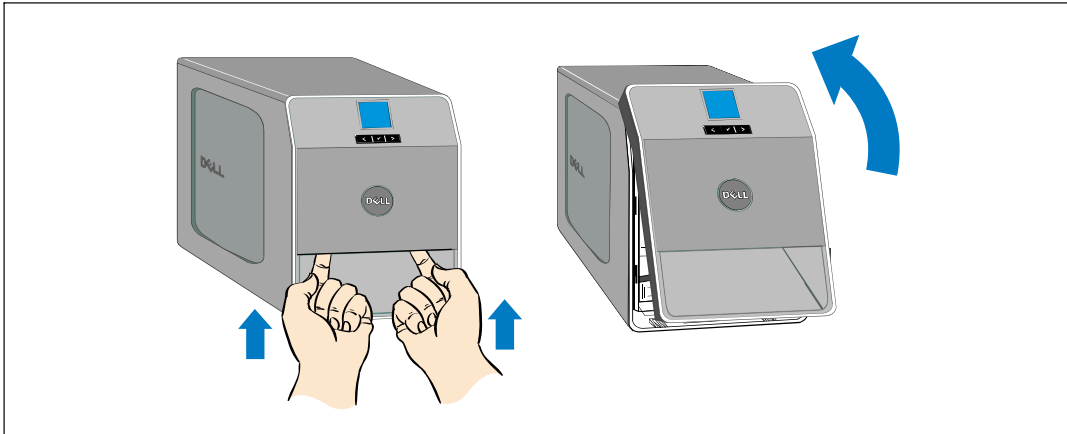

Abbildung 10. Abnehmen der vorderen Abdeckung der USV
- 2 Frontblende der USV entfernen (siehe Abbildung 10).